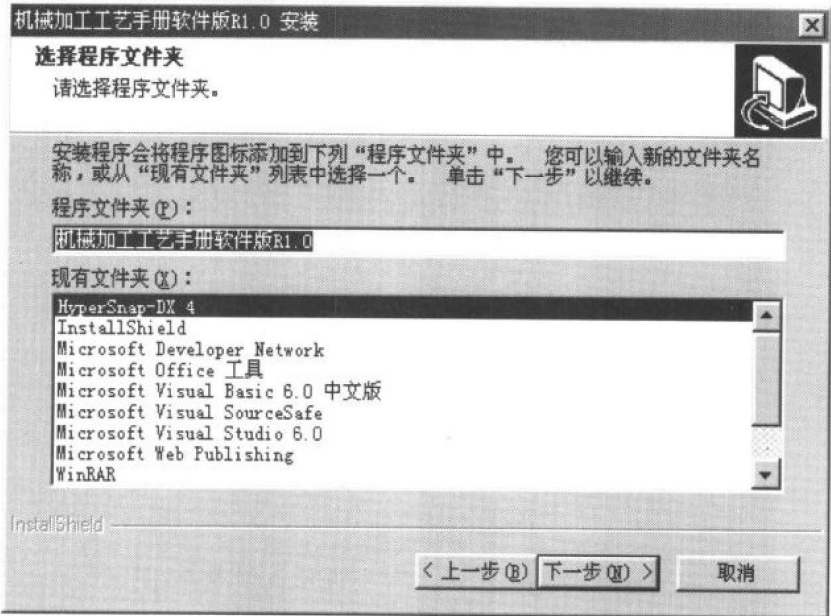

图 1.7 选择程序文件夹界面
7) 单击“下一步”按钮，出现选择程序文件夹界面（图 1.7），您可以输入新的文件夹名，或从现有文件夹列表选择一个，单击“下一步”继续进行后续安装。